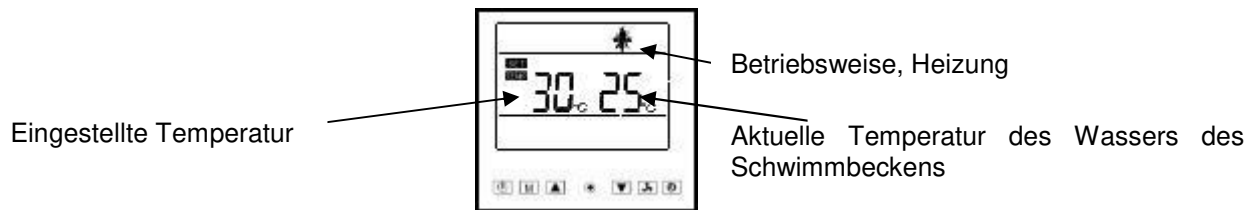
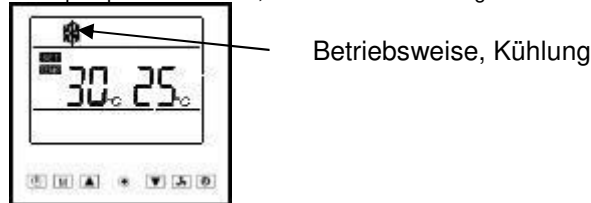

Abbildung 10: Display der Wärmepumpe beim Starten, Betriebsweise Heizung.
Abbildung 11: Display der Wärmepumpe beim Starten, Betriebsweise Kühlung.
Drücken Sie zum Starten der Wärmepumpe die Taste ; die Wärmepumpe startet innerhalb von 3 Minuten. Das Display zeigt sofort die zuletzt gewählte Betriebsweise (Heizung oder Kühlung¹⁸), siehe Abbildung 10, Abbildung 11, die letzte eingestellte Temperatur und die aktuelle Wassertemperatur des Schwimmbeckens (Heizung oder Kühlung) an.
- Heizung, das Display zeigt das Symbol an, siehe Abbildung 10.
- Kühlung, das Display zeigt das Symbol an, siehe Abbildung 11.
Es ist möglich, die von den einzelnen Fühlern erfassten Temperaturen durch Drücken der Taste (beim Modell BP-xxWS-B (xx=30, 35, 50) die Taste drücken) für drei Sekunden anzuzeigen, wenn die Pumpe gestartet ist, siehe Abschnitt 5.2.4. Drücken Sie zum Anzeigen der von den verschiedenen Fühlern erfassten Temperaturen (drücken Sie beim Modell BP-xxWS-B (xx=30, 35, 50) die Taste). Die von dem Fühler erfasste Temperatur wird für 10 Sekunden angezeigt; falls keine Taste gedrückt wird oder falls die Taste gedrückt wird, kehrt das Display zur Anzeige der üblichen Informationen zurück, siehe Abbildung 10 und Abbildung 11.